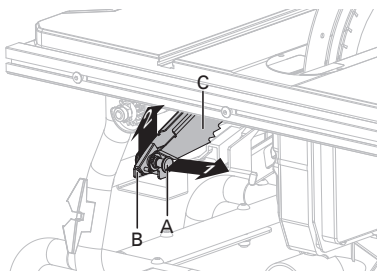

Fig. 8a
INSTALACIÓN DE LOS SEGUROS ANTI-RETROCESO Y DE LA PROTECCIÓN DE LA CUCHILLA (Fig. 8a-8b)
- Extraiga y sujete la perilla (A), presione los seguros anti-retroceso (B) hacia arriba y sáquelos del almacenaje de los seguros anti-retroceso (B) ubicado en el interior del lado izquierdo de la sierra (Fig. 8a).
- Extraiga y sujete la perilla (A). Alinee la ranura de los seguros anti-retroceso (C) con la ranura (D) indicada del separador (E). Coloque la clavija de resorte (F) de los seguros anti-retroceso (C) en la ranura (D) indicada en el separador (E).
- Presione los seguros anti-retroceso (C) hacia abajo hasta que encajen correctamente y libere la perilla (A) para insertar la clavija (G) en el orificio (H) indicado en el separador (E).